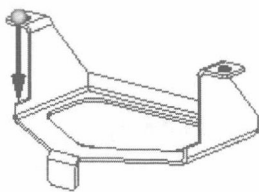

图 1.23 定义移除方向
(3) 定义法向除料特征属性。在“法向除料”工具条中单击“厚度剪切”按钮和“贯通”按钮，并将移除方向调整至图 1.23 所示的方向。
(4) 单击“完成”按钮，完成特征的创建。